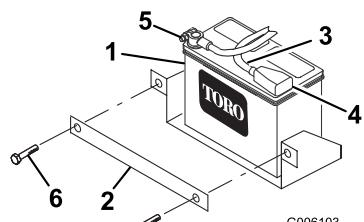

Figure 5
- Placez la batterie sur la machine et fixez-la en position avec la barrette et les fixations enlevées précédemment (Figure 5).
- Connectez le câble positif (rouge) à la borne positive (+) de la batterie à l'aide du boulon et de l'écrou fournis avec la batterie (Figure 5). Glissez le capuchon de caoutchouc sur la borne de la batterie.
- Connectez le câble négatif (noir) à la borne négative (-) de la batterie à l'aide du boulon et de l'écrou fournis avec la batterie (Figure 5).